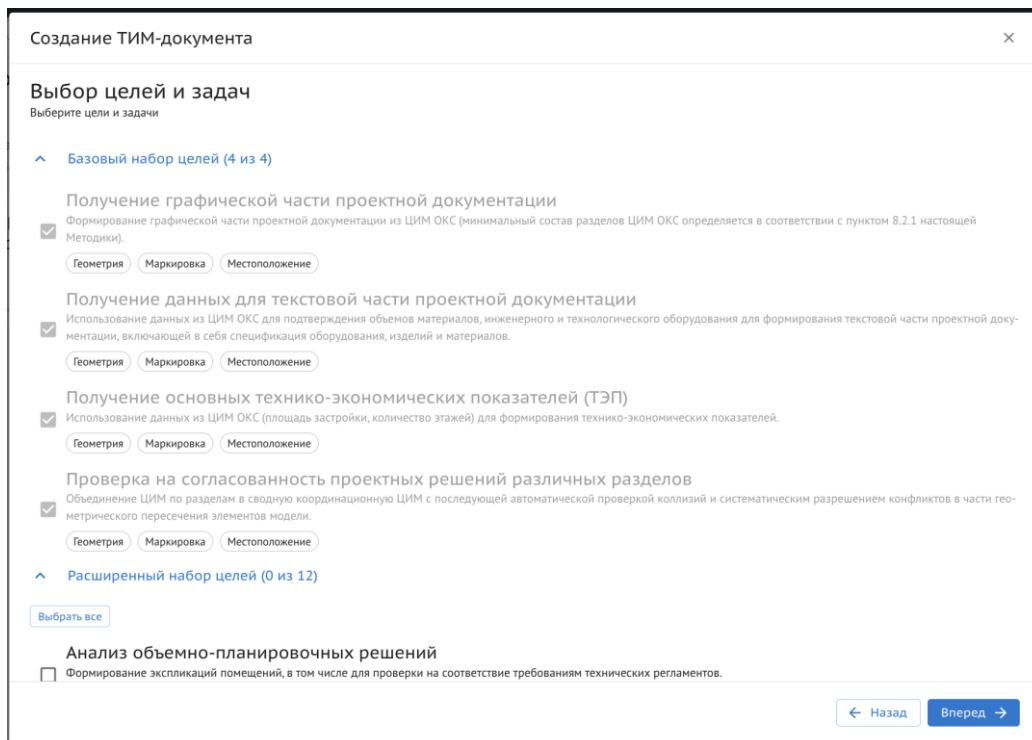

Рисунок 21. Выбор целей и задач.
- 4) Выбрать Базовые и Расширенные цели, нажать “Вперед” (Рисунок 21);